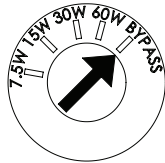

Abbildung 27
4. Einen Schlitzschraubendreher verwenden, um den Transformatorabgriff auf BYPASS umzustellen, wie in Abbildung 27 dargestellt.